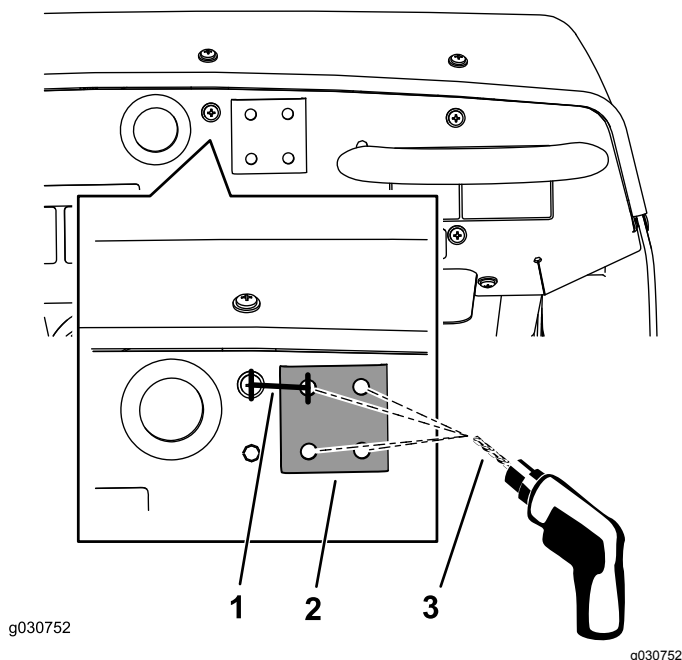

Figure 157
1. Sur la planche de bord de la machine, localisez la vis située à droite du passe-câble inséré dans le trou de la planche (Figure 157).
2. Mesurez 33,3 mm du centre de la vis vers la droite et marquez cet emplacement d'un trait vertical avec un crayon (Figure 157).
5. À l'aide d'un foret de 8 mm, percez la planche à l'emplacement marqué au pointeau (Figure 157).
7. Alignez le raidisseur horizontalement au sommet de la planche de bord puis, en vous servant du raidisseur comme gabarit, percez les 3 derniers trous dans la planche (Figure 157).